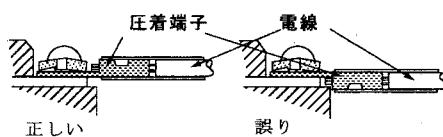

図 3-5 圧着端子の取付
- a) 配線は既存の線を使うが、圧着端子の取付け方向は、原則として図 3-5 のように圧着端子の筒部が上向きに取り付ける。